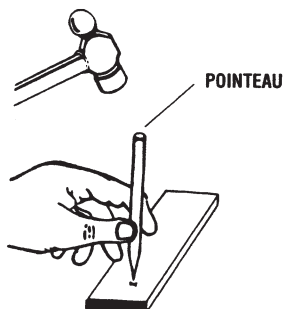

Fig. 8
7. Fixer la **PIÈCE** sur l'embase avant de percer. Cela empêche la pièce de grimper le long du foret ou de tourner. Cela améliore également la sécurité et la qualité du travail. Des **SERRE-FLANS** (non inclus) fonctionnent bien dans cette application ou utiliser un petit étau universel pour tenir la pièce lors du perçage. (Voir Fig. 8)